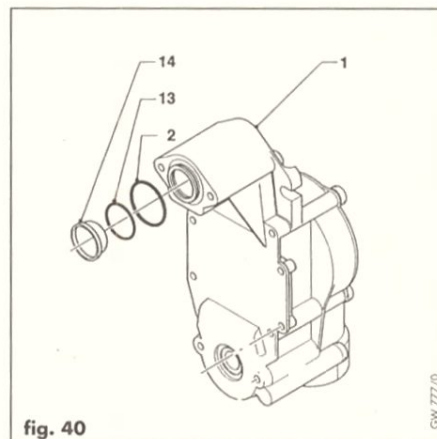

fig. 40
- c) Inserire il pre-ugello (14, fig. 40) nel gruppo gas (1, fig. 40), nel verso indicato.